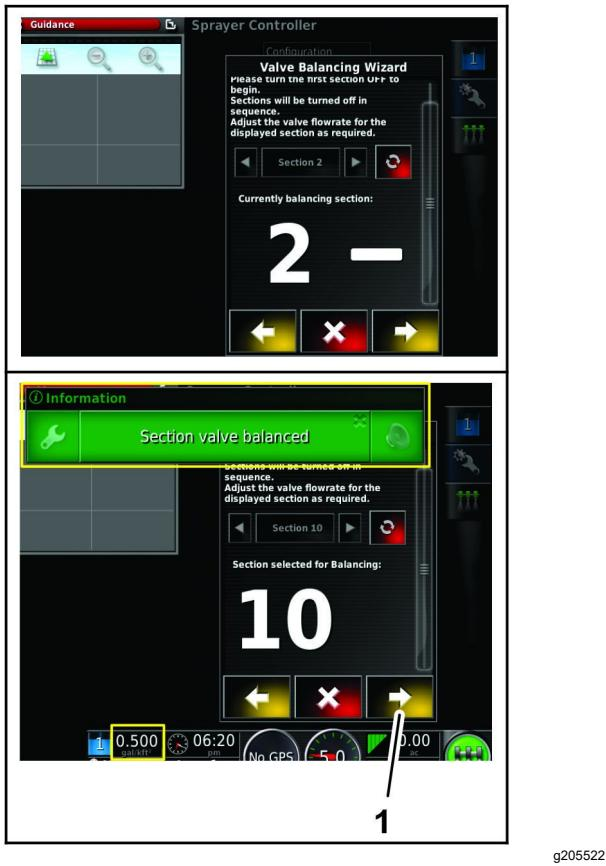

図 59
- 6. ブームバルブ210についても、上記の手順4と5を行う図 59。
7. 前部のブームバルブのバランス調整ができたら、Next アイコンを選択する図 59。